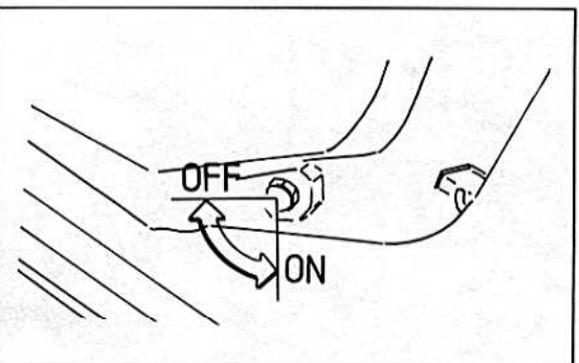

Bild 376
- Den Treibstoffhahn am Tank auf OFF drehen (Bild 376).